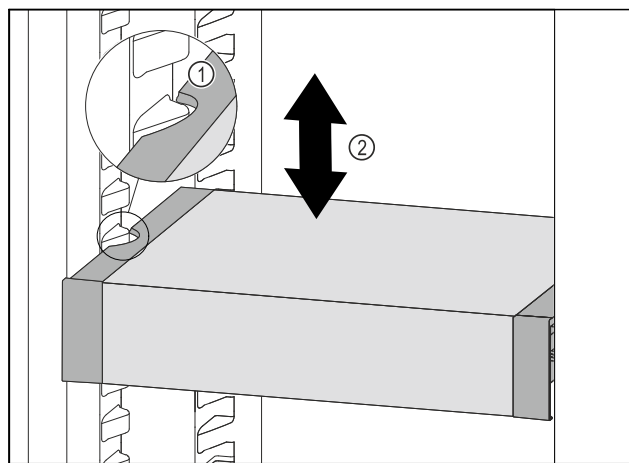

Fig. 67
- Trageți în față VarioSafe, până când degajările laterale ale VarioSafe se află la înălțimea nervurii recipientului din frigider. Fig. 67 (1)
- Mișcați în sus sau în jos VarioSafe în frigider, până când este atinsă înălțimea dorită. Fig. 67 (2)